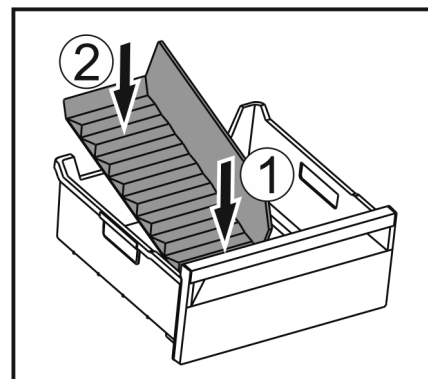

Fig. 103
- ▶ Вставити передню частину перегородки відділення для льоду. Fig. 103 (1)
- ▶ Опустити задню частину перегородки відділення до дна ящика для кубиків льоду. Fig. 103 (2)